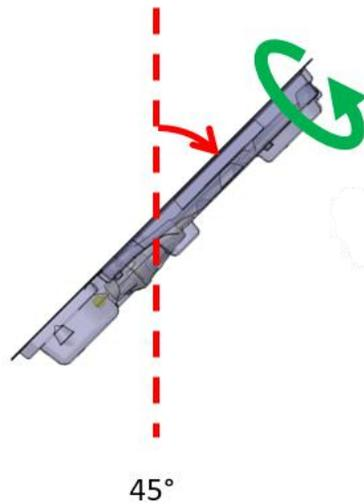

Figure 17 : Emballage de l'UA incliné à 45 degrés
- c. Incliner l'emballage de l'UA à environ 45 degrés par rapport à la ligne pointillée verticale (*Figure 17*). Lentement (sur environ 5 secondes), faire tourner l'emballage à environ 360 degrés.